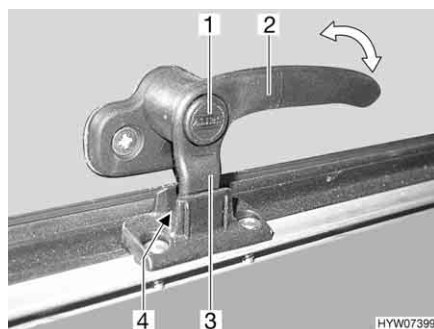
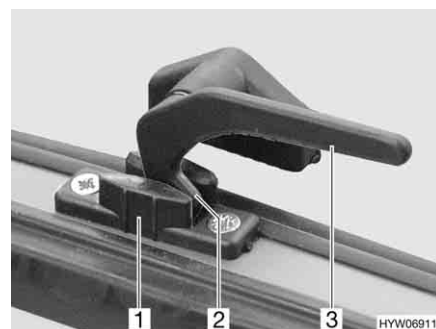

Fig. 95 Leva di serraggio con bottone di sicurezza in posizione "Aerazione continua"
Fig. 96 Leva di serraggio in posizione "Aerazione continua"
- In posizione di "Aerazione continua" (Fig. 95 e Fig. 96)
- Se presente, premere e tenere premuto il bottone di sicurezza (Fig. 95,1).
- Ruotare la leva di serraggio (Fig. 95,2 o Fig. 96,3) di un quarto di giro verso il centro della finestra.
- Girare nuovamente all'indietro la leva di serraggio. Riportare contemporaneamente il nasello di chiusura (Fig. 95,3 o Fig. 96,2) della leva di serraggio nella rientranza della chiusura della finestra (Fig. 95,4 o Fig. 96,1).
- Se presente, rilasciare il bottone di sicurezza (Fig. 95,1).